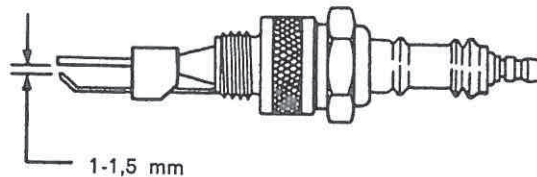

Bild 4
3. Stellen Sie den Abstand nur an der Außen-Elektrode ein. (Siehe Bild 4).